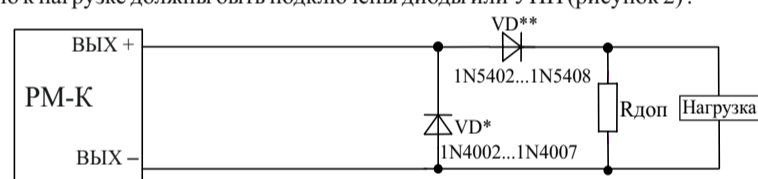

Рисунок 2
5.5 Для обеспечения контроля целостности выходных цепей в разрыв выходной цепи непосредственно к нагрузке должны быть подключены диоды или УПН (рисунок 2).
5.8 При значении тока, протекающего через нагрузку во включенном состоянии выхода, менее 50 мА, для обеспечения контроля целостности выходных цепей параллельно нагрузке должен быть подключен резистор (R доп) (рисунок 2).
1 – падение напряжения на диоде VD\*\* (рисунок 2), В;